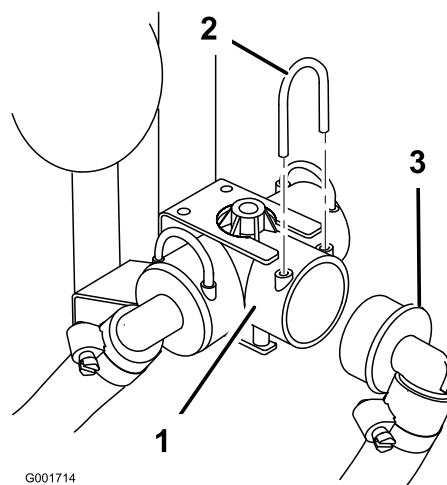

Figura 7
1. Localice el conjunto de la válvula en el lado derecho del depósito y retire la horquilla de retención para desconectar la manguera de alimentación de los brazos del acoplamiento en T (Figura 7).